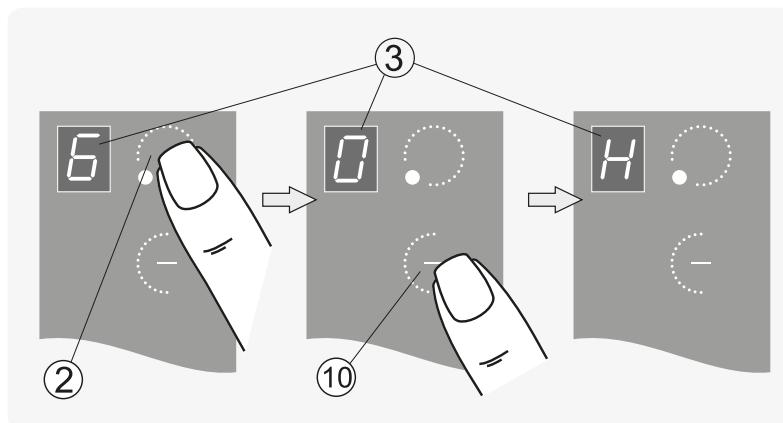

Рис.32
1. Работающую конфорку перевести касанием зоны ② в режим управления (рис. 32).
2. Коснувшись одновременно зон «-» и «+» либо, удерживая палец на зоне «-», установить в окне индикации значение «0». Через 3 секунды конфорка отключится. В окне ③ будет светиться буква «H», указывающая, что конфорка еще горячая.